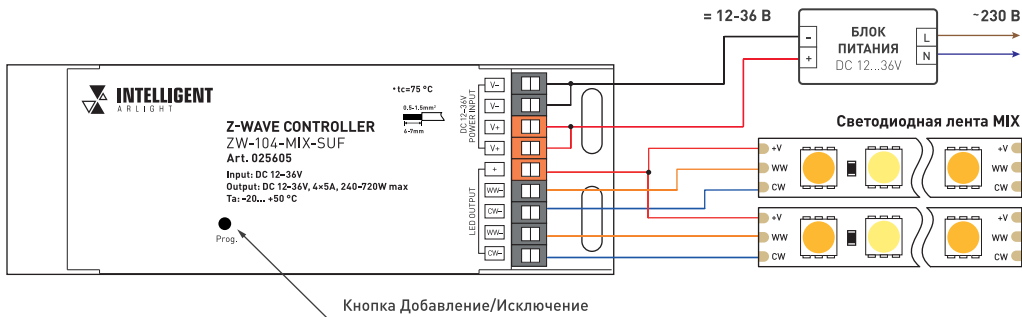

Рисунок 1. Схема подключения.
- 3.3. Подключите светодиодную ленту или другой совместимый светодиодный источник света к выходу «LED OUTPUT» контроллера, соблюдая полярность и порядок подключения проводов (Рисунок 1).